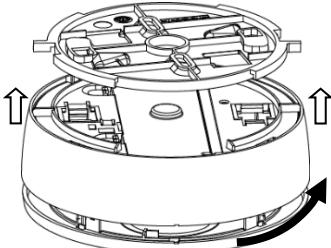

Figura 10
7. Collegare il rilevatore alla staffa di fissaggio e ruotare il rilevatore in senso orario per fissarlo (*vedere Figura 10*).